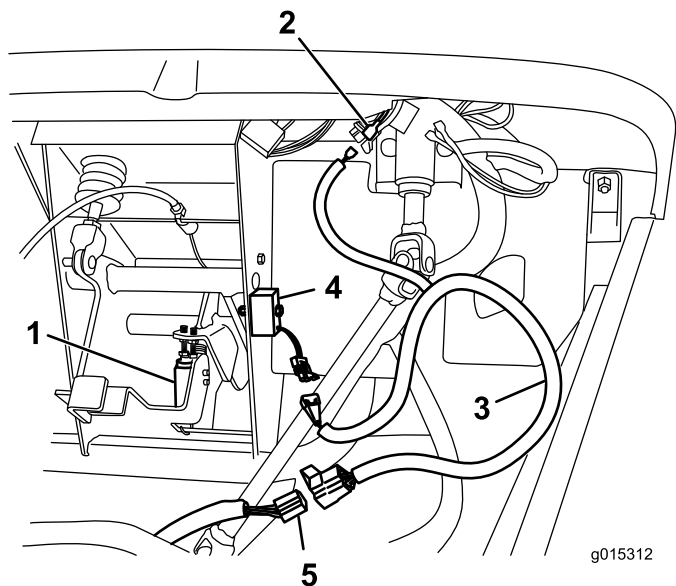

Bild 1
1. Befestigen Sie das Elektro-Sofortstartmodul mit einer Schraube ($\frac{1}{4}$ " x $1\frac{3}{8}$ ") und Bundmutter ($\frac{1}{4}$ ") am Pedalrahmen, wie in Bild 1 abgebildet.
2. Schließen Sie den vorhandenen Kabelbaumanschluss vom Pedalschalter ab (Bild 1).
3. Der vordere Kabelbaum für den Elektro-Sofortstart (Bild 1) ist Teil der losen Teile.
4. Schließen Sie den vorderen Kabelbaum für den Elektro-Sofortstart am Elektro-Sofortstartmodul mit dem passenden Anschluss an und schließen Sie das andere Ende an den vorhandenen Kabelbaumanschluss an (Bild 1).
5. Ermitteln Sie das mit „Key Start“ (Elektro-Sofortstart) beschriftete Anschlusskabel (Bild 1).
6. Schließen Sie das Elektro-Sofortstartkabel am vorderen Kabelbaum für den Elektro-Sofortstart am beschrifteten Kabel am Fahrzeug an (Bild 1).